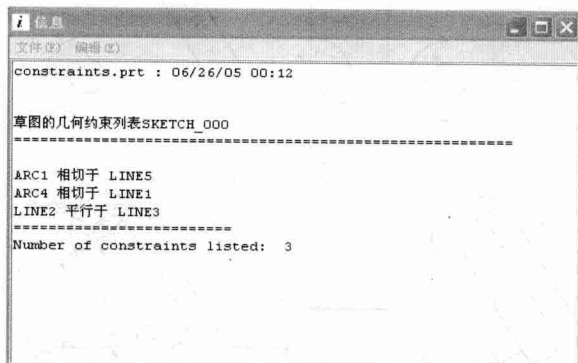

图 1-16 “信息”窗口
(5) 移除所列的: 单击该按钮,将移除“显示约束”列表框中所有对象的几何约束。
(6) “信息”按钮: 用于查询约束信息。单击该按钮,弹出如图 1-16 所示的“信息”窗口。